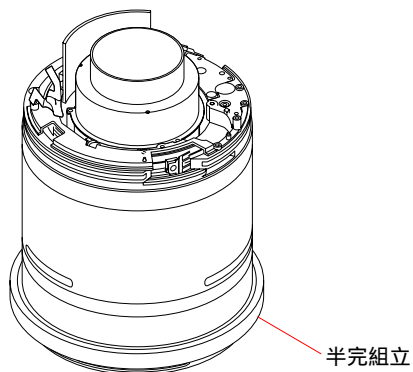

Fig.4-8-1
- 1) 被検レンズを分解，または組み立てて Fig.4-8-1 の状態にする。